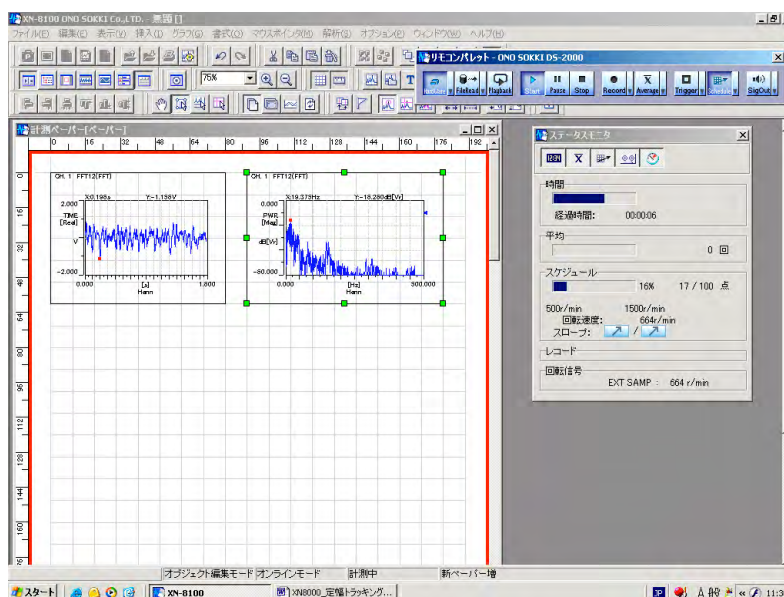

図 14
- ① **[Schedule]** ボタンを on にします。
- ② 回転速度を測定下限以下 (500 r/min 以下) にします。
- ③ **[Start]** ボタンを on します。測定下限回転数に達するまで測定は待機状態になります。
- ④ 回転速度を 500 r/min 以下から上限設定の 1500 r/min 以上にゆっくり上昇させます。1500 r/min を超えると自動的にデータの採取は終了します。測定の状況はステータスマニターやグラフデータで確認できます (図 14)。